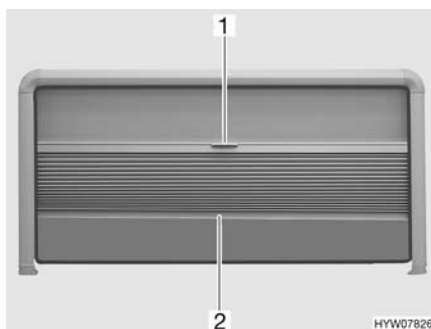

Fig. 43 Tendina oscurante pieghevole e zanzariera a rullo (finestra apribile)
- Afferrare la tendina oscurante pieghevole al centro dell'asta di chiusura (Fig. 43,2) e tirare delicatamente verso il basso.
- Tenere la parte centrale dell'asta di chiusura (Fig. 43,2) della tendina oscurante pieghevole e spingere quest'ultima verso l'alto con cautela.
- Tirare la zanzariera a rullo verso il basso utilizzando la maniglia (Fig. 43,1).
- Spingere la zanzariera a rullo completamente verso l'alto utilizzando la maniglia (Fig. 43,1).